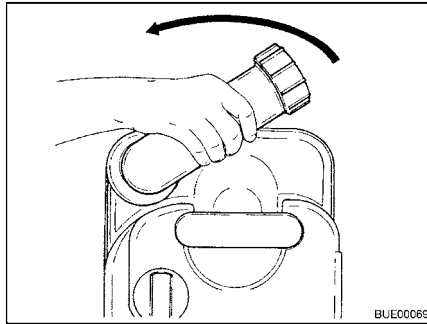

Bild 270 Vrid tömningsröret
- Vrid tömningsröret uppåt (Bild 270).